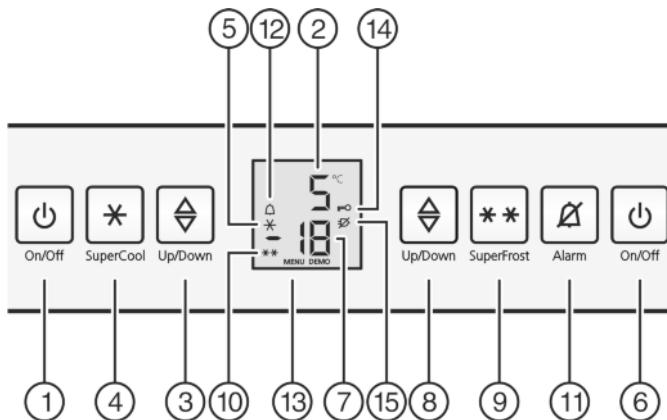

Fig. 2
- Нажмите кнопку On/Off морозильного отделения Fig. 2 (6).
- Нажмите кнопку On/Off холодильного отделения Fig. 2 (1).
- Активация режима настройки: Нажмите кнопку SuperFrost Fig. 2 (9) и удерживайте ее прим. 5 секунд.
- ▷ На индикаторе будет отображаться символ «Меню» Fig. 2 (13).
- Для подтверждения нажать и отпустить кнопку «SuperFrost» Fig. 2 (9).
- На индикаторе горит символ «Защита от детей» Fig. 2 (14).
- Нажмите и сразу отпустите кнопку On/Off морозильного отделения Fig. 2 (6).
- На индикаторе будет отображаться символ «Меню» Fig. 2 (13).
- Символ «Защита от детей» Fig. 2 (14) гаснет.
- Нажмите кнопку Alarm Fig. 2 (11).
Одновременно мигает индикация температуры и символ тревоги Fig. 2 (12).
Звуковой сигнал выключается автоматически, символ аварийного сигнала Fig. 2 (12) выключается и индикатор температуры перестает мигать, если температура снова становится достаточно низкой.